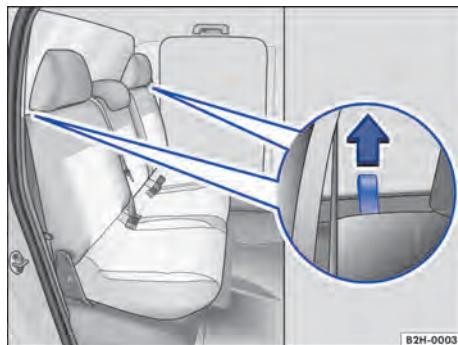

Fig. 61 Banco traseiro: alças para destravar o encosto do banco.
- Puxar as alças em ambos os lados do encosto do banco ao mesmo tempo no sentido da seta → Fig. 61.